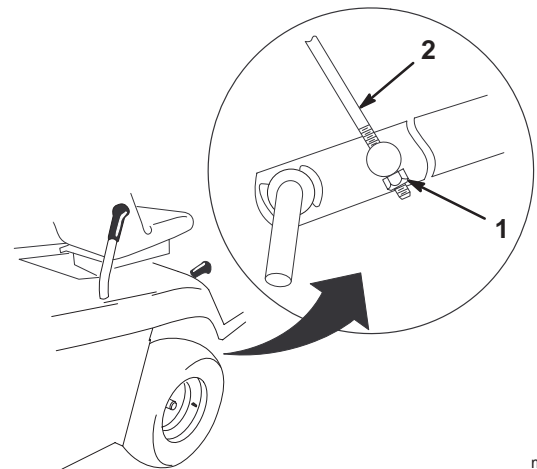

Figure 41
4. Réglez le contre-écrou M8 à l'extrémité de l'ensemble tige de réglage de hauteur jusqu'à ce que la tige soit légèrement tendue (Fig. 41).